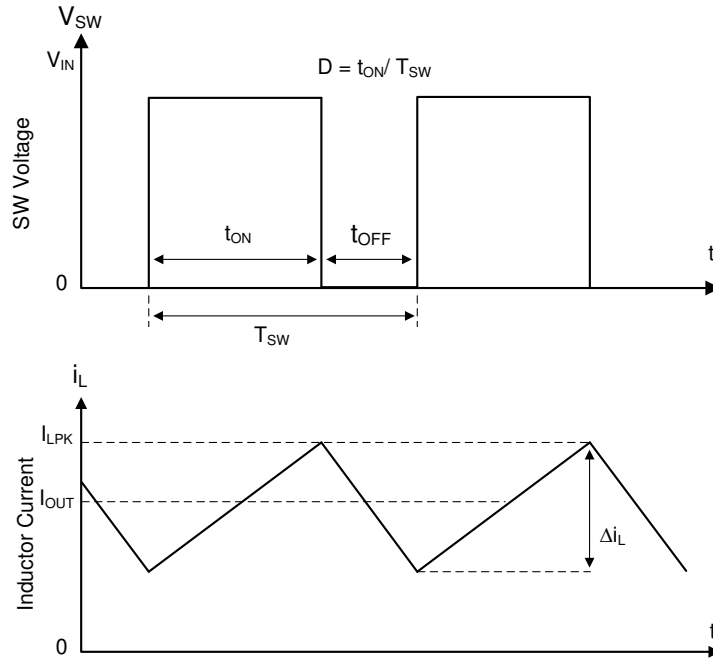

图 7-1. 连续导通模式 (CCM) 下的 SW 节点和电感器电流波形
LMR516x5 的以下运行说明针对节 7.2 和图 7-1 中的波形。LMR516x5 是一款同步降压转换器，具有集成式高侧 (HS) 和低侧 (LS) 开关 (同步整流器)。LMR516x5 通过使用受控的占空比打开高侧和低侧 NMOS 开关，来提供稳定的输出电压。高侧开关导通期间，SW 引脚电压上升至约 V_{IN} ，电感器电流 i_L 以线性斜率 $(V_{IN} - V_{OUT})/L$ 增加。当高侧开关被控制逻辑关闭时，低侧开关在经过反击穿死区时间后将会导通。电感电流通过低侧开关以斜率 V_{OUT}/L 放电。降压转换器的控制参数为占空比 $D = t_{ON}/T_{SW}$ ，其中 t_{ON} 是高侧开关导通时间， T_{SW} 是开关周期。转换器控制环路通过调整占空比 D 来维持恒定的输出电压。在可忽略损耗的理想降压转换器中， D 与输出电压成正比，与输入电压成反比： $D = V_{OUT}/V_{IN}$ 。